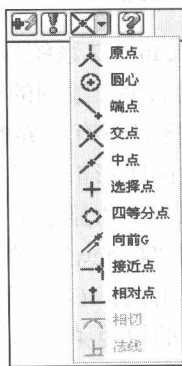

图 1.9 【手动捕捉】下拉列表
(4) 手动捕捉按钮。除了自动捕捉功能外, 系统还提供手动捕捉功能, 单击捕捉栏右侧的按钮, 系统弹出如图 1.9 所示的【手动捕捉】下拉列表, 用户可以根据实际捕捉的需要选择相应的手动捕捉选项。